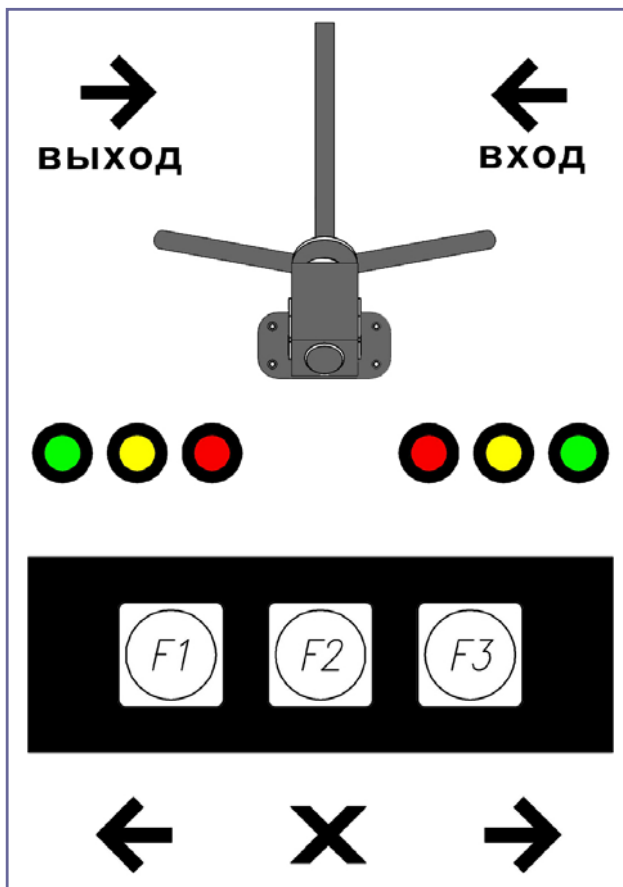

Рис. 6
**«Направление прохода».** Используйте эту функцию для изменения направления проходов, в зависимости от положения пульта управления по отношению к турникету. Стандартное и инверсное направление прохода показано на рис.6 и 7 соответственно.